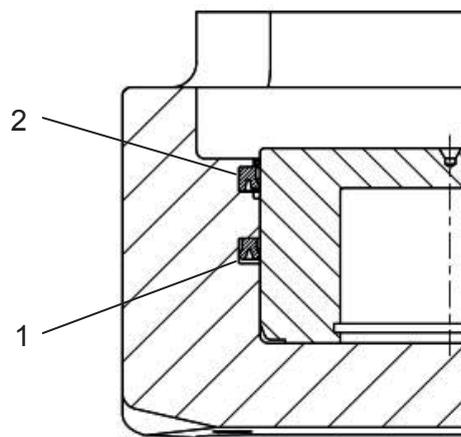

Bild 6.1
- Demontieren Sie die Bremssattelhälften vom Anbauflansch. Drücken Sie mit Luftdruck, angeschlossen am Druckölanschluss, die Bremskolben (4) vorsichtig aus dem Bremssattelgehäuse (5).
- Nehmen Sie die alte Dichtung (1) und den alten Doppelabstreifer (2) heraus und setzen Sie die neue Dichtung und den neuen Doppelabstreifer in das Bremssattelgehäuse (5) ein. Achten Sie hier auf die richtige Einbaulage der Dichtung (siehe Bild 6.1). Der Einbau sollte nur mit der Hand erfolgen, damit die Dichtkante nicht beschädigt wird. Für den leichteren Einbau können Dichtung und Doppelabstreifer in eine Nierenform gebogen und in die Nut gelegt werden. Ölen Sie die Dichtung leicht ein und drücken Sie die gereinigten Bremskolben (4) vorsichtig in das Bremssattelgehäuse (5).